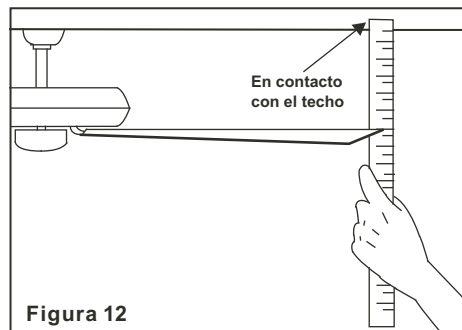

Figura 12
2. La mayoría de los problemas de oscilación se originan cuando los niveles de las aspas son desiguales. Revisar esté nivel por medio de seleccionar un punto del techo por encima de la punta de una de las aspas. Medir esta distancia como se muestra en la Figura 12. Rotar el ventilador hasta que la siguiente aspa esté ubicada para medición. El procedimiento para cada aspa. Las medi repetir el das hacer fucional deben mantenerse dentro de 1/8 pulgadas (3mm).